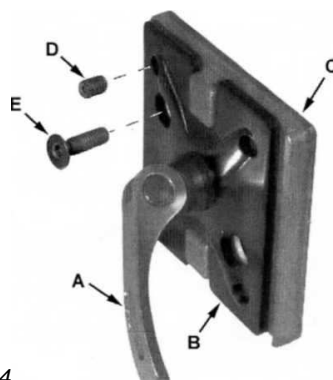

рис. 15
5. Используя 3 мм шестигранный ключ, крутите любой из четырех установочных винтов (D, Рис. 15) доступных через отверстия, расположенные в углах через плавающий блок зажимов (E на рис. 15).
Пояснения к рис. 15: